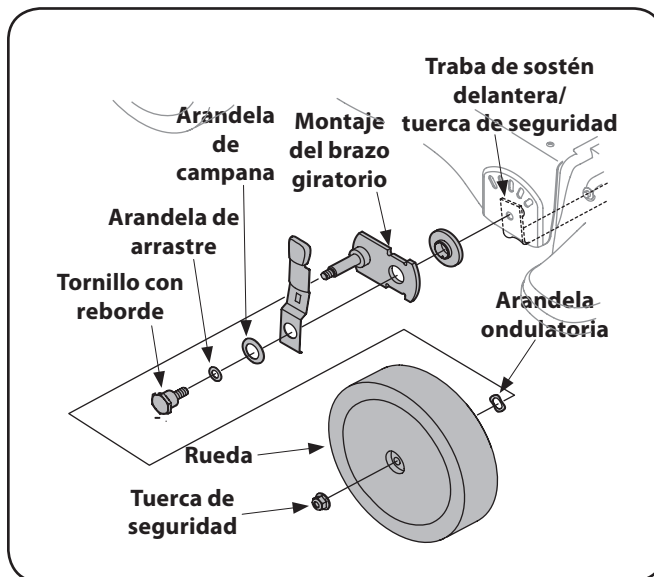

Figura 7-2
4. Saque las tuercas de seguridad de brida, las ruedas delanteras y las arandelas ondulatorias que van unidas a los montajes del brazo giratorio. Vea la Figura 7-2.